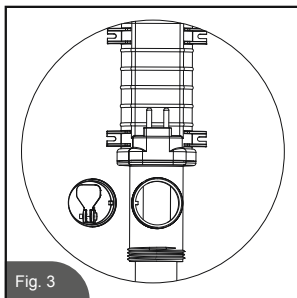

Fig. 3
2. Rengör avlagringar och skräp på flödessensorns yta med en trädgårdsslang. (använd en plastborste om det behövs, men aldrig en metallborste) (se fig. 3)